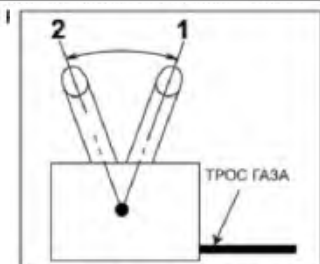

Рис. 16 Положения рычага газа
4. Переведите рычаг газа 5 (Рис. 1) на $1/3$ хода в сторону положения максимальных оборотов двигателя (Рис. 16).
1. Переведите двигатель в режим холостого хода, для этого переведите рычаг газа в положение 2 холостых оборотов двигателя (Рис. 16) и дайте двигателю поработать примерно 1 минуту.
Для изменения скорости движения мотоблока на каждой передаче пользуйтесь рычагом газа (Рис. 16).